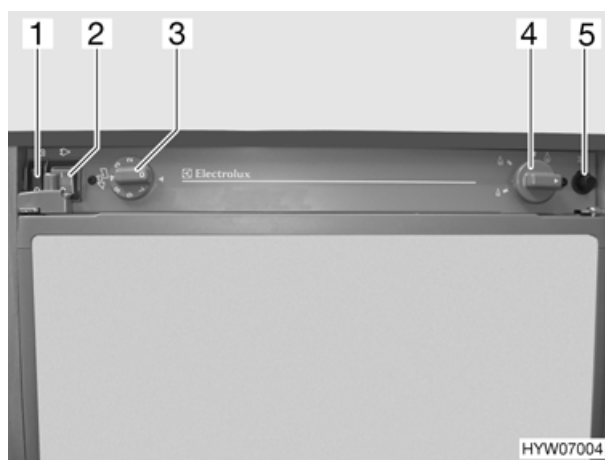

Fig. 81 Elementi di comando del frigorifero
- Posizionare l'interruttore 230 V  (Fig. 81,2) su "0".
- Posizionare l'interruttore 12 V  (Fig. 81,1) su "0".
- Spostare il pomello girevole (Fig. 81,4) sulla posizione di "fiamma grande", premerlo e mantenerlo premuto. Aspettare fino a che il gas non fluisce verso il bruciatore.
- Premere il pulsante di accensione (Fig. 81,5) due volte con forza a brevi intervalli.
- Posizionare l'interruttore 230 V  (Fig. 81,2) su "I".
- Impostare con il termostato del pomello girevole (Fig. 81,3) la temperatura di refrigerazione desiderata fra "1" e "7".